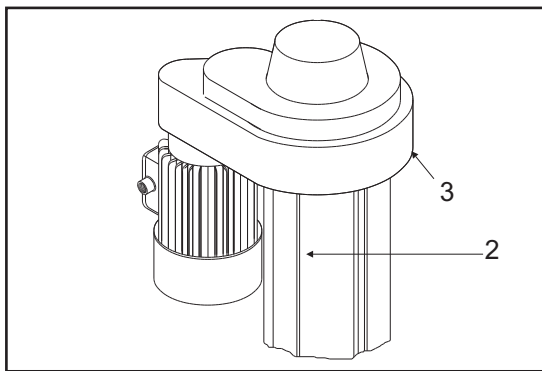

Fig.17 - Abb.17
- in caso di extra corsa della parte mobile sono previsti un finecorsa elettrico (2) ed una piastra in acciaio (3) di blocco sulla parte superiore delle colonne (fig.17).
- to prevent overrun of the mobile part, an electric limit switch (2) and a steel plate stop (3) are envisaged for the upper part of the post (fig.17).
- un contact de fin de course (2) et une plaque d'arrêt en acier au sommet de la colonne (3) interviennent en cas de dépassement de course de la partie mobile (fig. 17).
- bei einem Extralauf des beweglichen Teiles greift ein elektrischer Endschalter (2) und eine Sperr-Stahlplatte (3) am Säulenoberteil ein (Abb. 17).
- en caso de recorrido extra de la parte móvil están previstos un final de carrera eléctrico (2) y una plancha de acero (3) para bloqueo en la parte superior de la columna (fig. 17).